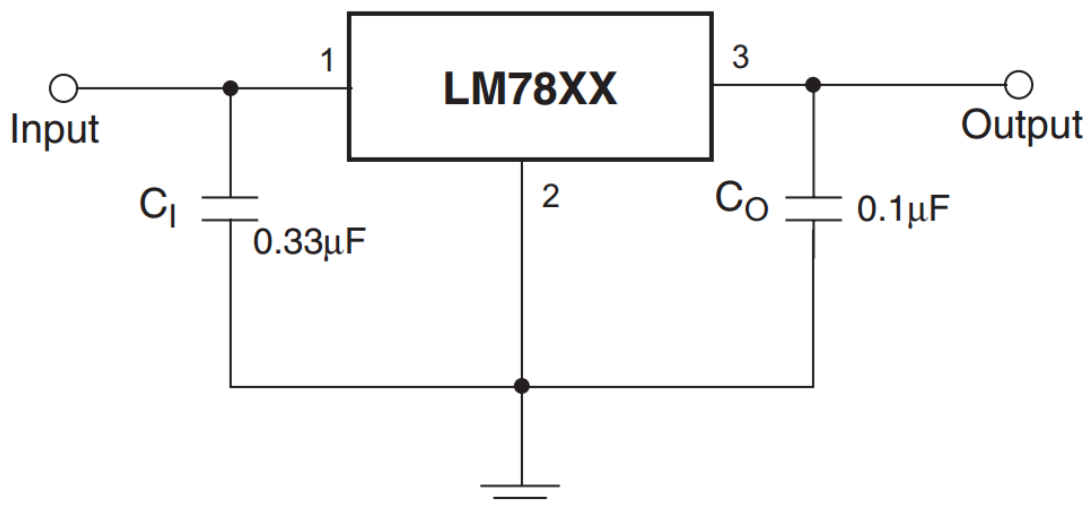

Рисунок 1. Типовое включение микросхемы L7805ACV (LM7805).
- Типовое включение микросхемы **L7805ACV (LM7805)** по спецификации производителя представлено на рис. 1. Сглаживающие фильтры $C_1 = 0,33 \text{ мкФ}$, $C_0 = 0,1 \text{ мкФ}$.